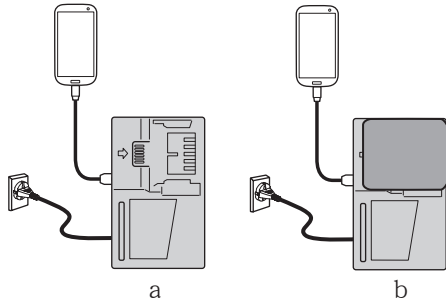

图32
- 将USB设备插入插座进行充电。(图32-a)
- 将USB设备和电池插入插座进行充电。(图32-b)